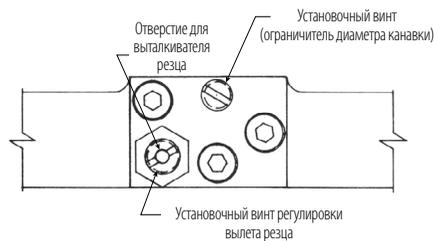

РИС. 3
4. Вставьте стальной выталкиватель диаметром 0,32 см (1/8"), входящий в комплект поставки, в отверстие позади пластинчатой пружины и в полый установочный винт резца, как показано на рисунке. С помощью выталкивателя выдавите резец. Расположение установочного винта показано на Рис. 3.
2. С помощью гаечного ключа с открытым зевом 14 мм ($\frac{9}{16}$ "), входящим в комплект поставки, ослабьте контргайку установочного винта реза. Смотрите Рис. 3.